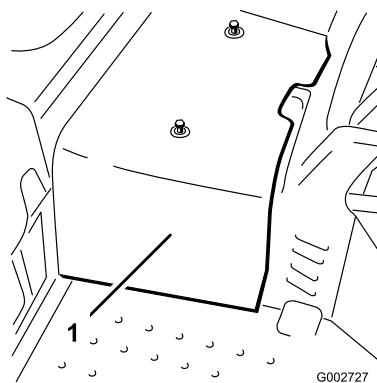

図 39 1. センター・シュラウド
2. 中央シュラウドを機体に止め付けているネジ 2 本を外してシュラウドを機体から取り外す(図 39)。